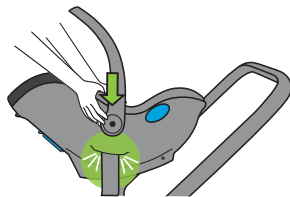

Figura 85
- Presione hacia abajo a cada lado del portabebé para bloquearlo en cada adaptador, como se muestra en la **Figura 85**.